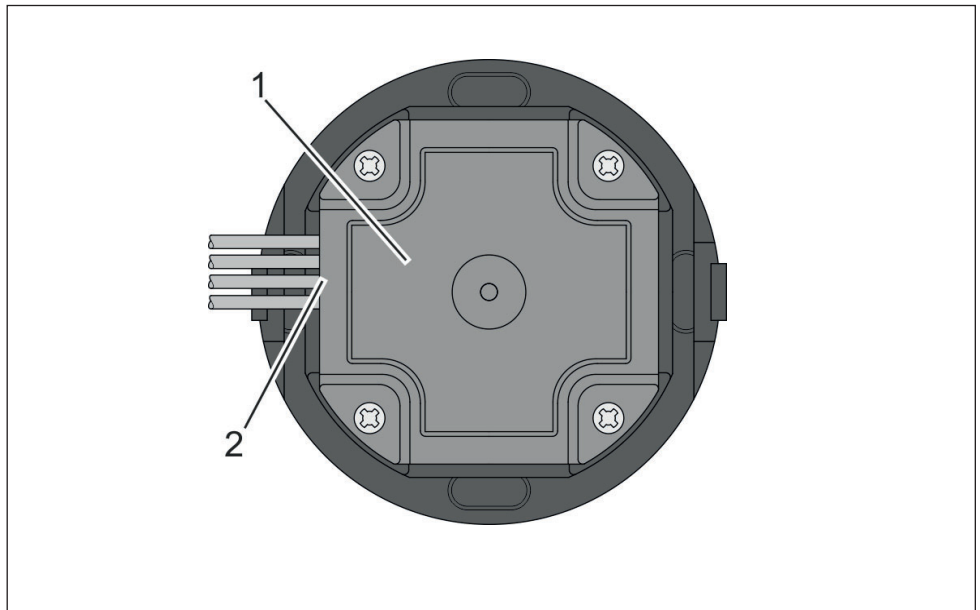

Fig. 11 : Vue arrière du WT 210 avec câble
4. Visser le recouvrement sur la face arrière du WT 210 (Fig. 11/1).
Passer les câbles (Fig. 11/2) sur le côté des passages de câble rembourrés.